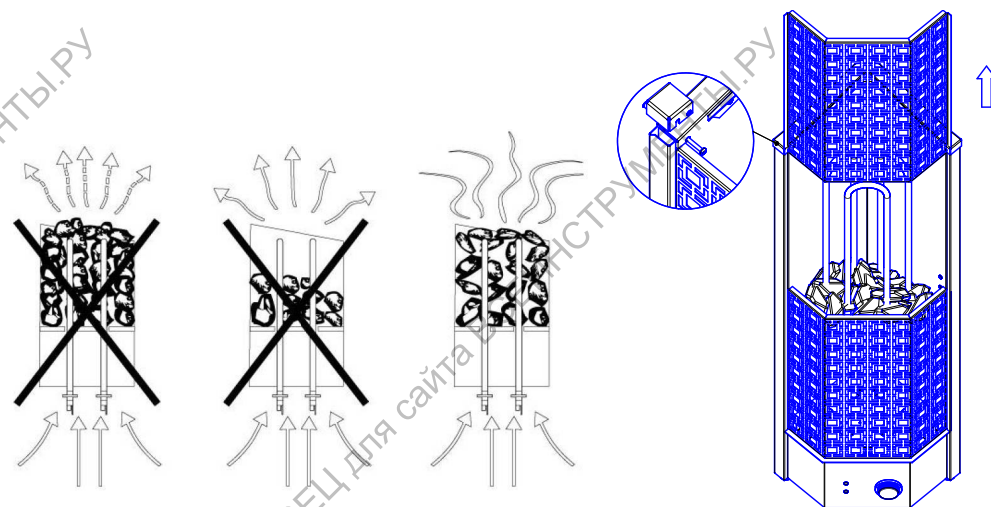

Рис. 4 Схема укладки камней
6.6. **КАМНИ**, используемые для каменки, должны выдерживать большие температурные колебания, не выделять запаха и пыли. Лучшие камни - базальты, диабазы, габбродиабазы и перидотиты фракций 5-10см. Перед укладкой их необходимо обмыть. Процесс укладки показан на рис.4. Для укладки камней снимите декоративные накладки с двух сторон и одну лицевую панель, как показано на рис.4. это позволит вам произвести укладку камней в нижней части каменки. Укладывайте камни в емкость каменки аккуратно, таким образом, чтобы не затруднять циркуляцию воздуха в каменке. Камни должны полностью закрывать нагревательные элементы, но не следует укладывать камни высокой горкой. Не следует прилагать усилие, чтобы разместить камни между нагревательными элементами. После загрузки тэны не должны соприкасаться друг с другом. Также не загружайте в печь маленькие камни размером меньше 35 мм в диаметре, поскольку они могут блокировать циркуляцию воздуха, что, в свою очередь приведет к перегреву тэнов и их выходу из строя.